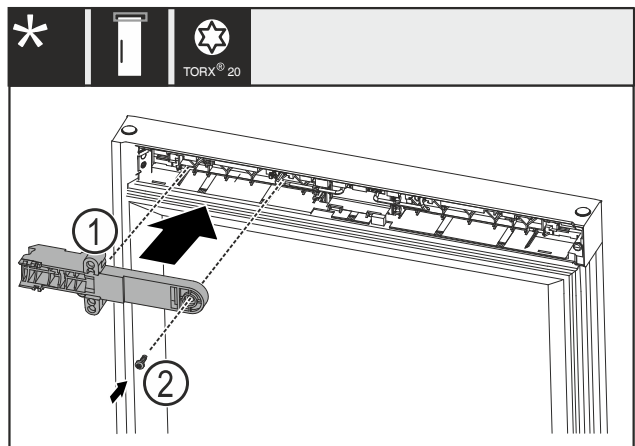

Fig. 22
- Gire la pieza de retención del candado Fig. 22 (1) 180° y móntela en el lado opuesto.
- Fije la pieza de retención del candado Fig. 22 (1) con un tornillo Fig. 22 (2).